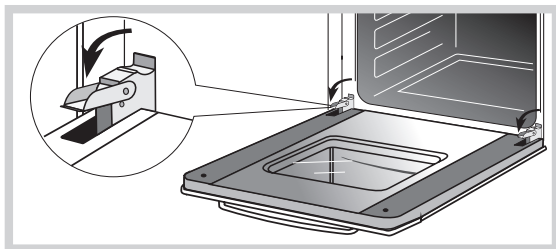

Рис.20
- поднимите и поверните до упора рычаги, расположенные на двух шарнирах (рис. 20),